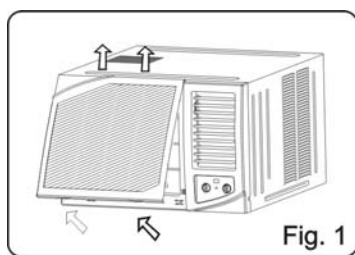

Fig. 1
1. LOS CONDUCTORES DEL CORDON DE CORRIENTE SE DISTINGUEN DE ACUERDO AL COLOR COMO SIGUE (FIG. 1).